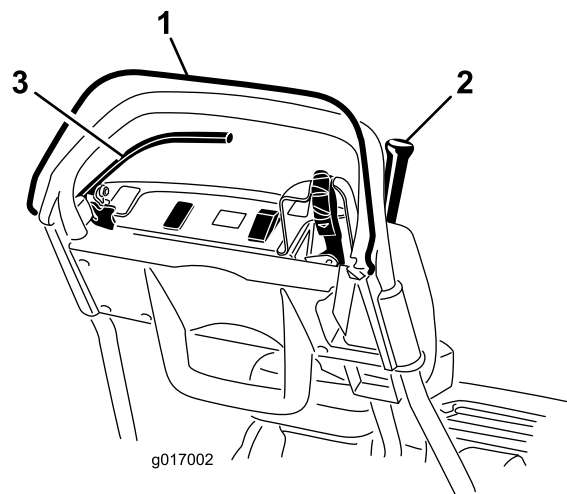

Figure 27
3. Relâchez la commande OPC et essayez d'engager le levier de commande de déplacement (Figure 27). Le levier de commande de déplacement ne doit pas s'engager.
4. Appuyez sur la commande OPC et engagez le levier de commande de déplacement, puis relâchez la commande OPC (Figure 27).
5. Après avoir appuyé sur la commande OPC et déplacé le levier de changement vers la gauche, engagez le levier de commande de déplacement et du cylindre, puis relâchez la commande OPC (Figure 27).
6. Après avoir appuyé sur la commande OPC et déplacé le levier de changement vers la gauche pour engager la commande de déplacement et du cylindre, déplacez le levier de changement vers la droite pour désengager la commande du cylindre (Figure 27).
2. Appuyez sur la commande OPC, engagez le levier de commande de déplacement et amenez les commandes du moteur en position de démarrage (Figure 27).
2. Appuyez sur le levier de commande de déplacement, serrez le frein de service et amenez les commandes du moteur en position de démarrage (Figure 27).
4. Moteur en marche, serrez le frein de service (pas le frein de stationnement), appuyez sur la commande OPC et engagez le levier de commande de déplacement (Figure 27).
5. Moteur en marche, serrez le frein de stationnement, appuyez sur la commande OPC et engagez le levier de commande de déplacement (Figure 27).